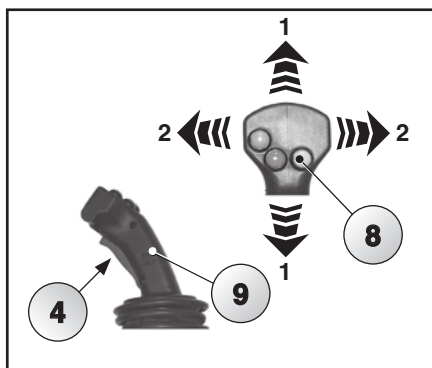

Fig. 5.99
Tenendo premuto il pulsante di sicurezza color verde (4) (uomo presente) e tenendo premuto il tasto verde (8) è possibile muovere l'impugnatura del Joystick (9) nella direzioni indicate (Fig. 5.99) ed alimentare i giunti rapidi come evidenziato in figura 5.100.